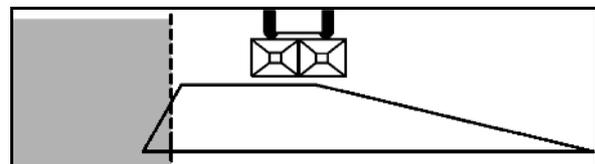

Fig. 72
1. Para ello, soltar el anillo de enganche (Fig. 72/1).